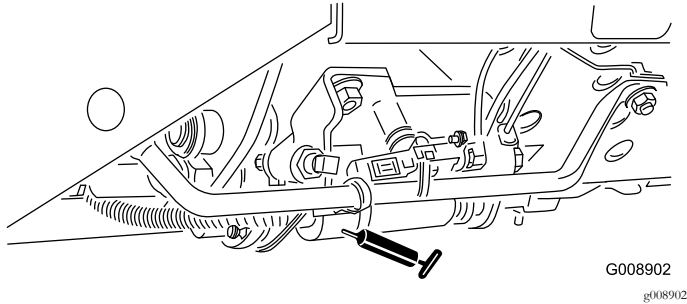

Figure 58
- Sélecteur de tonte/transport (Figure 58)